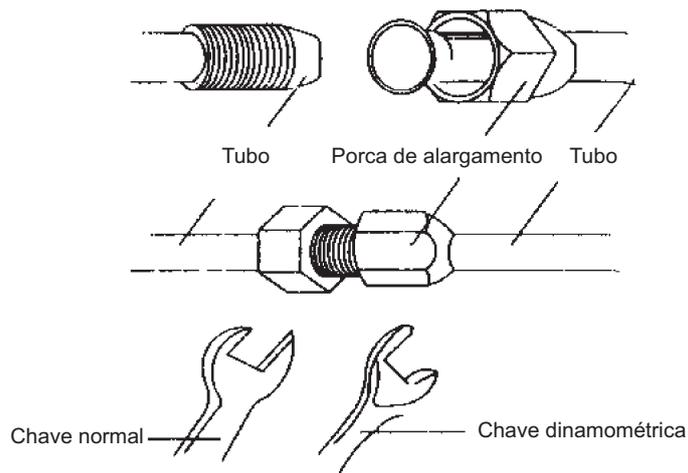

Fig. 6
1. Consultar na Fig. 6 o binário de aperto dos parafusos.